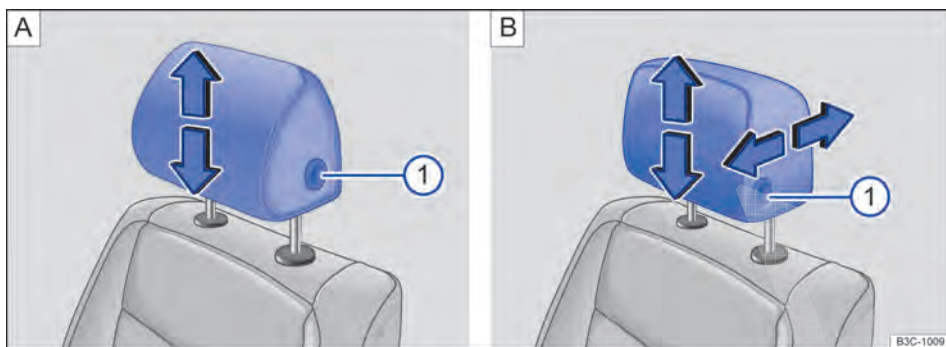
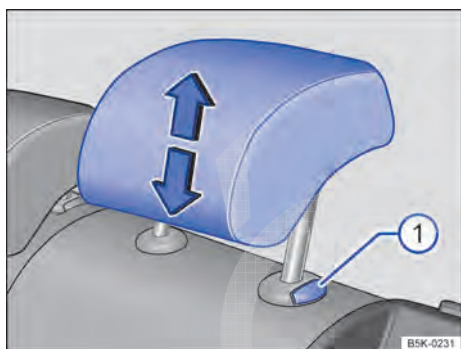

Fig. 46 Ajustar o apoio para cabeça dianteiro: em veículos sem (A) e com (B) apoios para cabeça ajustáveis na longitudinal.
Fig. 47 Ajustar o apoio para cabeça traseiro.
- Empurrar o apoio para cabeça para cima no sentido da seta ou, com o botão  \Rightarrow Fig. 46  ou \Rightarrow Fig. 47  pressionado, empurrar para baixo \Rightarrow .
- Empurrar o apoio para cabeça para frente no sentido da seta ou para trás com o botão \Rightarrow Fig. 46 B  pressionado.